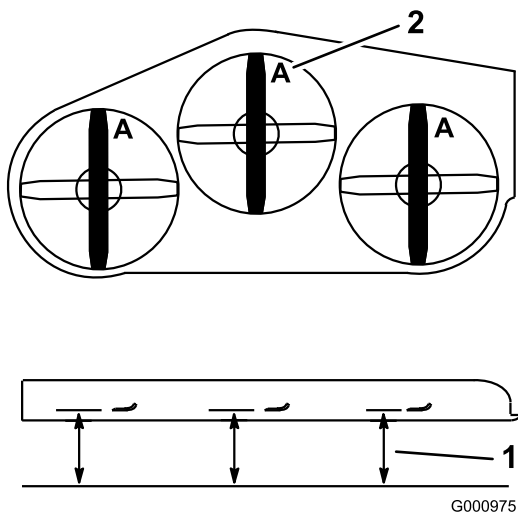

Figura 85
3. Gire las cuchillas hasta que los extremos estén orientados hacia adelante y hacia atrás. Mida desde una superficie nivelada hasta el filo de corte, posición A, de las cuchillas (Figura 85). Anote esta dimensión.